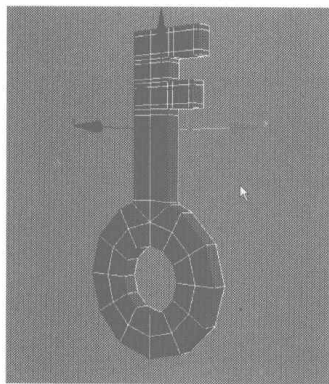
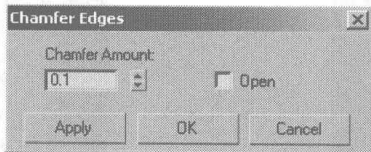
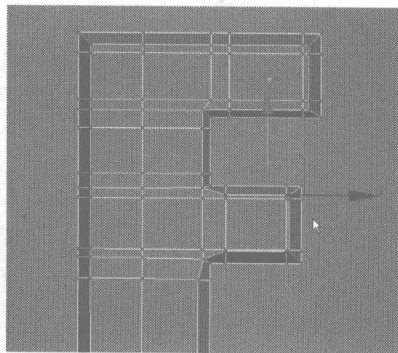

图 4.481
图 4.482
图 4.483
- 12 选择钥匙的轮廓边线，如图 4.481 所示，在 Edit Edges 卷展栏中单击 **Chamfer** 右侧的小按钮，在弹出的对话框中设置倒角参数，如图 4.482 所示，然后再调整各个节点，效果如图 4.483 所示。